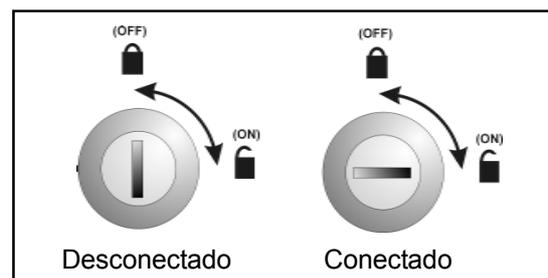

Figura 13. Detalle del posicionamiento de la llave.
- 12 **Llave ON / OFF. Llave ON/OFF:** Conecta y desconecta el teclado. En posición OFF el teclado está desconectado. Al pulsar cualquier tecla, la central no efectuará ninguna función. En posición ON el teclado está conectado, y al pulsar cualquier tecla, ésta efectuará la función asignada. Ver figura 13.